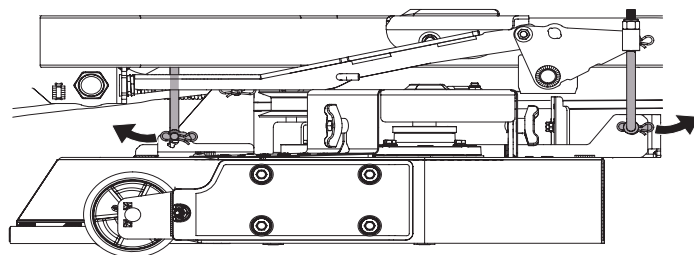

Figura 51
8. Extraiga el pasador de chaveta del extremo de la horquilla inferior de cada varilla de ajuste de altura de la plataforma. Hay uno al frente y uno atrás de cada lado de la plataforma. Consulte la Figura 51 (se muestra lado izquierdo).